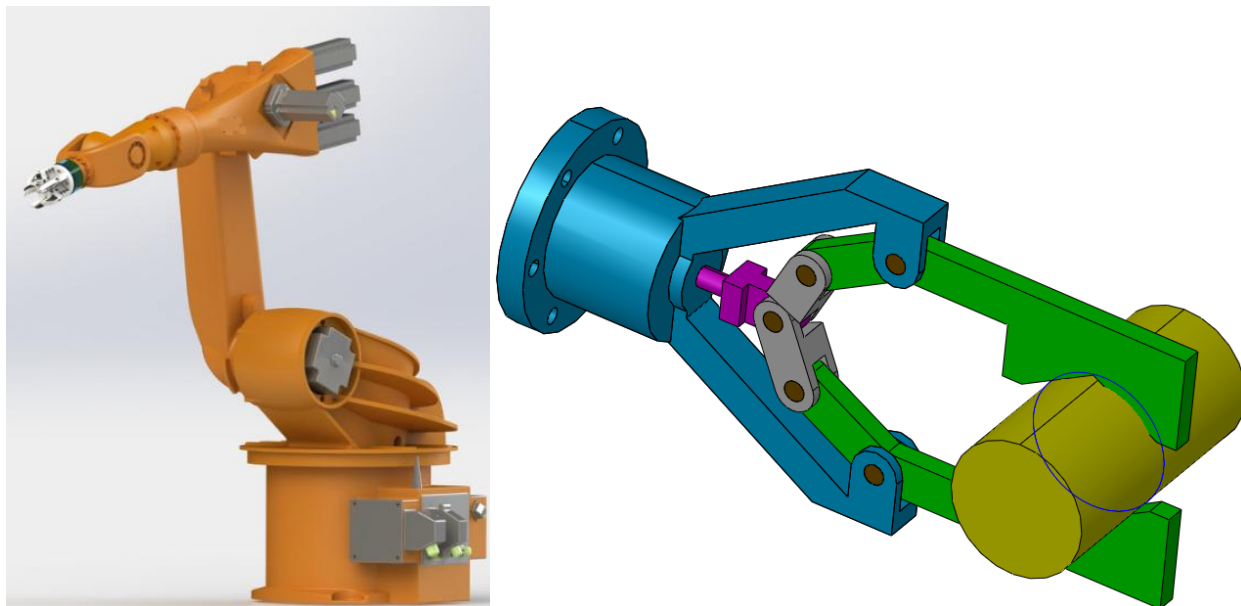
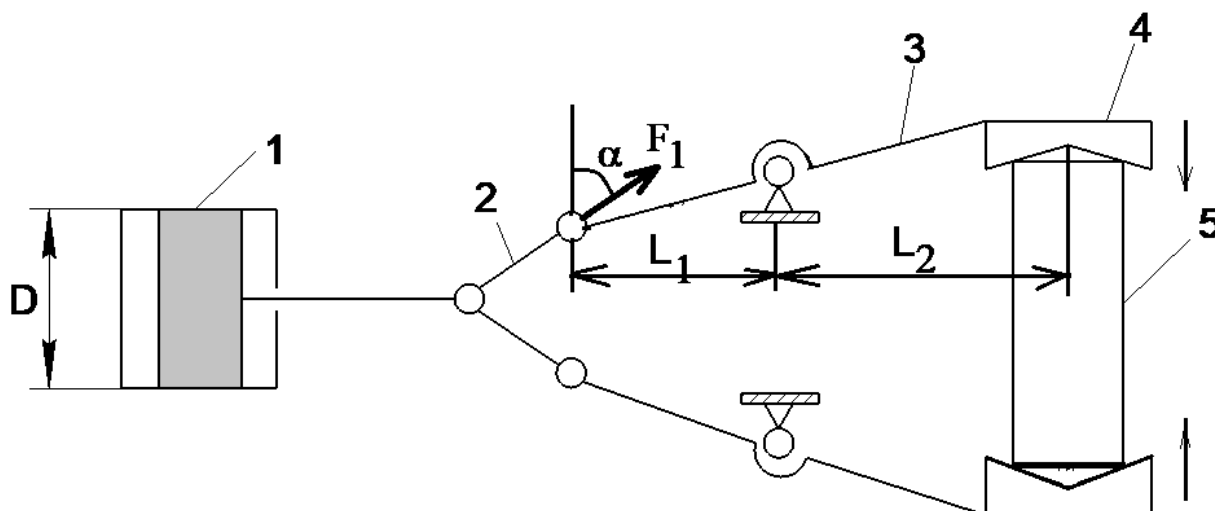

Рис. 6 Робот-манипулятор и его схват
Рис. 7. Вид на схват сбоку
Для перемещения деталей электромобиля на производственном участке применяется робот-манипулятор (рис. 6, слева). Для захвата и удержания деталей робот оснащен симметричным схватом (рис. 6, справа; схема на рис. 7). Схват состоит из пневмопривода (1), рычагов (2) и (3), а также губок (4), которые удерживают деталь (5). Определить *диаметр поршня* пневмоцилиндра D (м), требуемого для удержания детали массой 10 кг в схвате, если давление воздуха в пневмосистеме $p=0,4$ МПа, $L_1=0,25$ м, $L_2=0,5$ м, угол между вертикалью и вектором силы F_1 (совпадает с линией
1. Рассмотрим расчетную схему (рис. 7). На губки действует сила тяжести $F=m \cdot g=10 \cdot 10=100 \text{ Н}$. Равновесие звена 3 определяется из равенства моментов: $F \cdot L_2 = F_1 \cdot L_1 \cdot \cos \alpha$. Отсюда, усилие действующее на звено 2 направлено по его оси и равно $F_1 = F \cdot L_2 / (L_1 \cdot \cos \alpha) = 100 \cdot 0,5 / (0,25 \cdot 0,71) = 281,69 \text{ Н}$. Усилие на поршне равно $F_n = k \cdot 2 \cdot F_1 \cdot \sin \alpha = 2,5 \cdot 2 \cdot 281,69 \cdot 0,71 \approx 1000 \text{ Н}$. Диаметр поршня пневмоцилиндра равен $D = \sqrt{(4F_n) / p\pi} = \sqrt{(4 \cdot 1000) / 400000 \cdot 3,14} = 0,056 \text{ м}$.